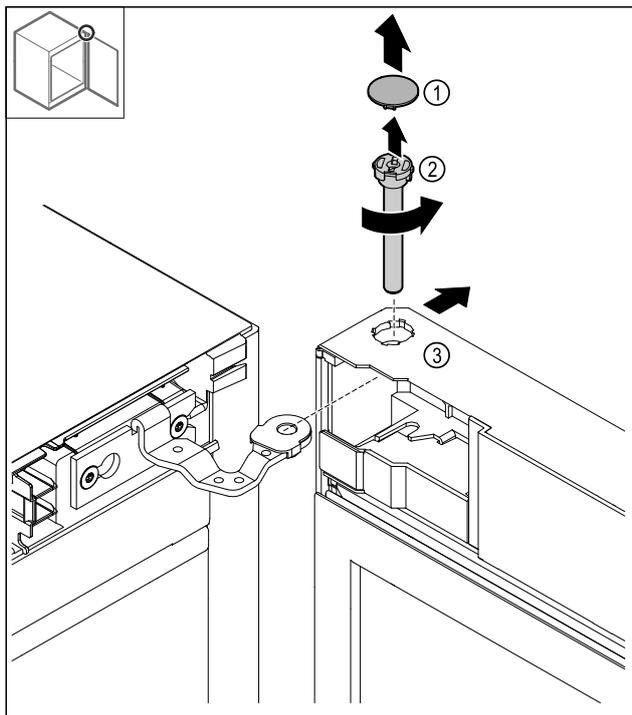

Fig. 19
- Retirer le cache Fig. 19 (1).
- Dévisser le boulon Fig. 19 (2) dans les sens inverse des aiguilles d'une montre et le retirer.
- Basculer légèrement la porte Fig. 19 (3).